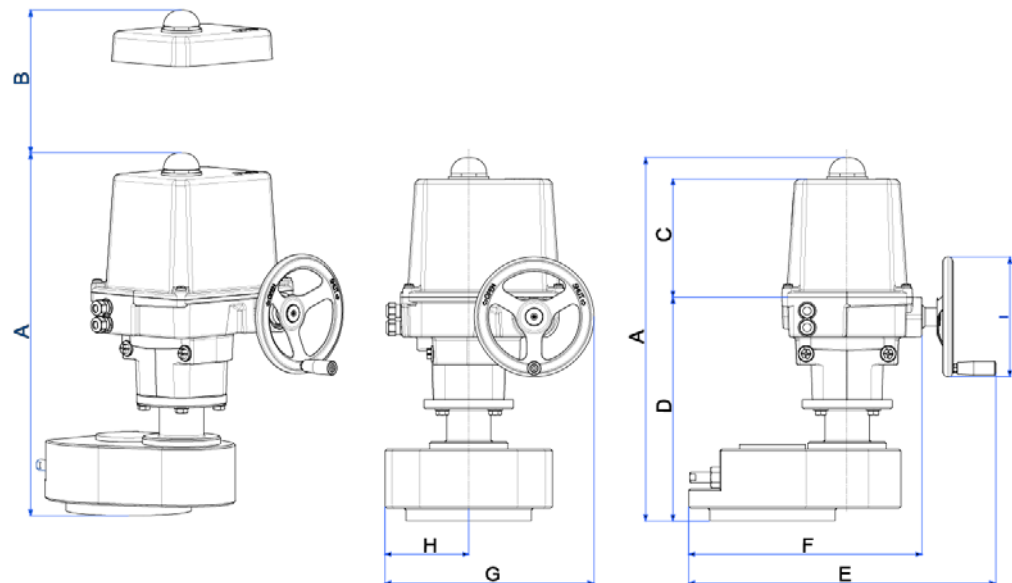

Figure 1: Cotes de montage PSQ103-2803
- Les entraînements doivent disposer d'un dégagement suffisant pour permettre de retirer le capot (Figure 1).